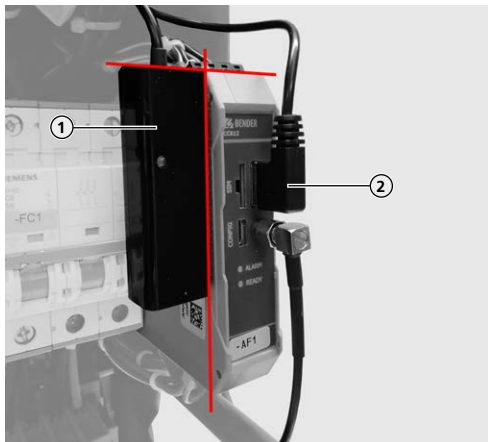

Fig. 4: Collage de l'adaptateur Ethernet-USB à fleur sur l'ECU
- ▶ Coller l'adaptateur Ethernet-USB (1) à fleur sur l'ECU (voir Fig. 4).
- ▶ Brancher la fiche USB (2) de l'adaptateur Ethernet-USB sur l'ECU.